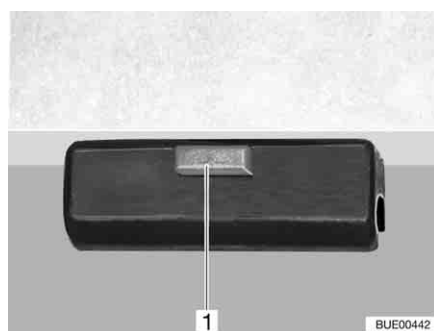

Bild 111 Verriegelung
- Verriegelung (Bild 111,1) an der Tischplatte lösen.